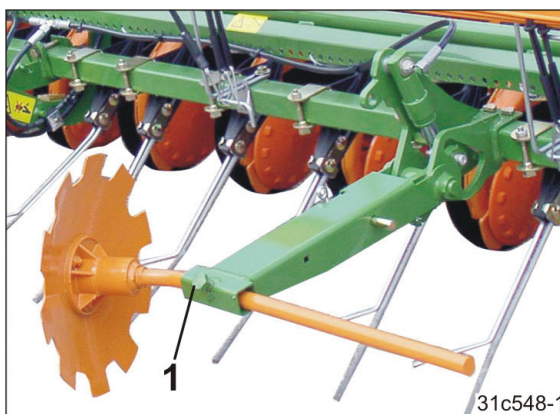

Bild 212
6. Lossa skruven (Bild 212/1).
9. Dra åt skruven (Bild 212/1) ordentligt.